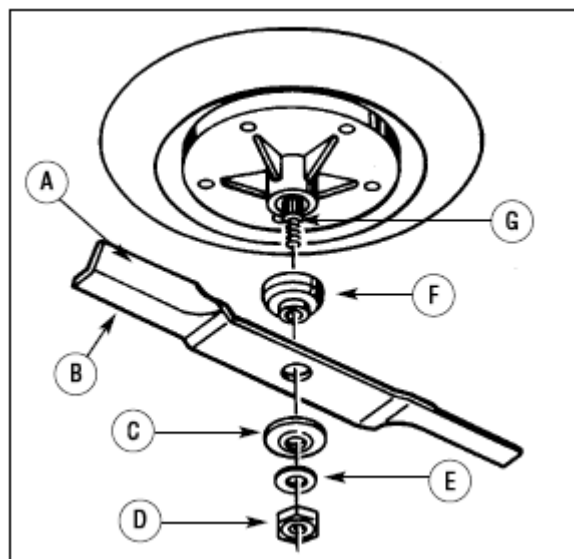

Рис. 19:
3. Снимите гайку, крепящую нож (рис. 19).
6. Установите нож и держатель на оправке (рис. 19).